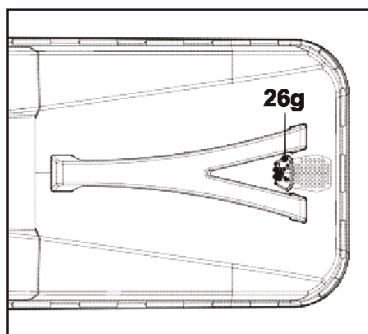

Рис. 14
1. Если лючок (26g) открыт, в травосборнике (26) достаточно пространства для сбора травы (рис. 14).